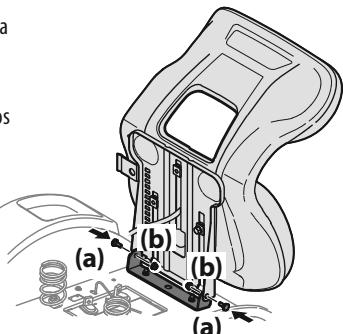

Figura 6
- Luego, con los tornillos con reborde (a) y las tuercas de seguridad con brida (b) previamente quitados, asegure un lado del asiento y soporte del asiento. Mientras sostiene el asiento, quite el destornillador Phillips y asegure el otro lado del asiento. Tenga cuidado de no doblar o dañar el mazo de cables mientras instala el asiento. Consulte la Figura 6. Ajuste hasta 84-103 pulgadas-libras (9.5-11.6 N·m).